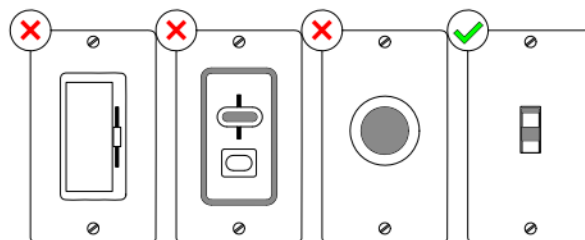

Figura 1
1. Instala los focos en los portalámparas enroscándolos en sentido de las agujas del reloj. (Figura 1)
- ☐ 1. **IMPORTANTE:** Usar un atenuador de intensidad total (no incluido) para controlar la velocidad del ventilador dañará el ventilador. Para reducir el riesgo de incendio o descarga eléctrica, no utilices un atenuador de intensidad total para controlar la velocidad del ventilador. (Figura 1)